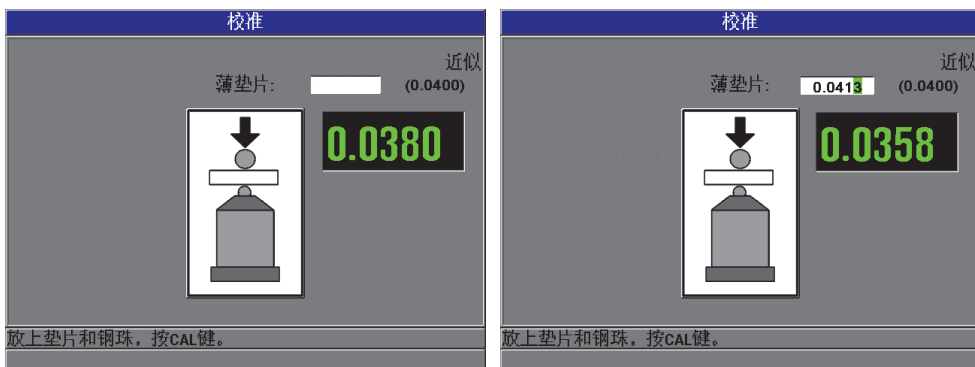

图 4-8 薄垫片校准点
5. **薄垫片**点：仪器会提醒用户将特定的薄校准垫片和目标放在探头尖端上。这个薄校准点的厚度会根据所选的目标滚珠、圆盘或钢线的不同产生变化。屏幕上较低的测量值框中会显示垫片的大约厚度值。按 [**校准**] 键，将测量值传输到上面的文本框中，然后使用箭头键根据校准垫片的已知厚度修改框中的值，然后按 [**校准**] 键（参见第 75 页的图 4-8）。